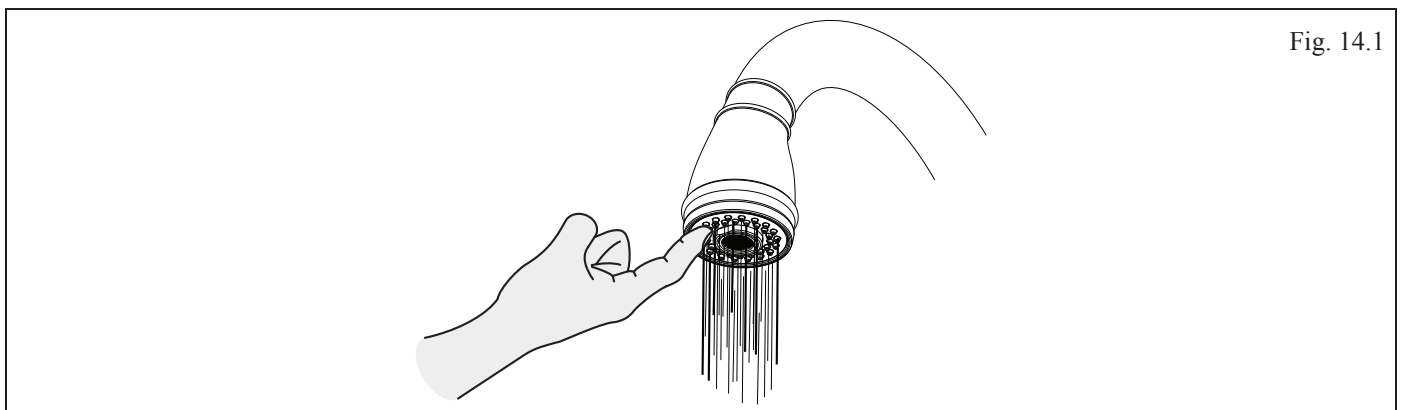

Fig. 14.1
- Remuer les buses fermement d'avant en arrière avec le doigt sous l'eau courante afin de déloger les débris et les dépôts minéraux dans les buses de la **douche** (fig. 14.1).
- Scrub the nozzles firmly from front to back using your finger under running water in order to dislodge any debris and mineral deposits in the **hand sprayer's** nozzles (fig. 14.1).